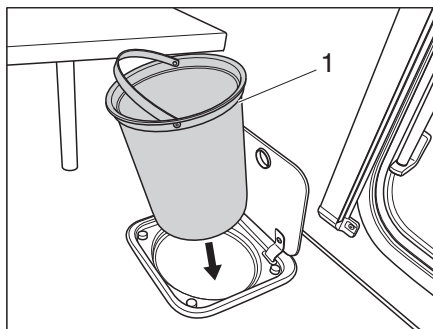

Fig. 169 Contenitore dei rifiuti cucina
- Prelevare il contenitore dei rifiuti (Fig. 169,1) per il manico e svutarlo attenendosi alle disposizioni vigenti.